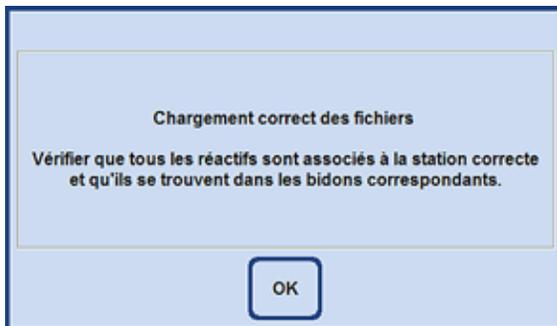

Fig. 120
- Une fois toutes les données correctement transférées, un message apparaît pour confirmer la fin du transfert et pour demander de vérifier si les réactifs se trouvent dans le bon ordre (fig. 120).